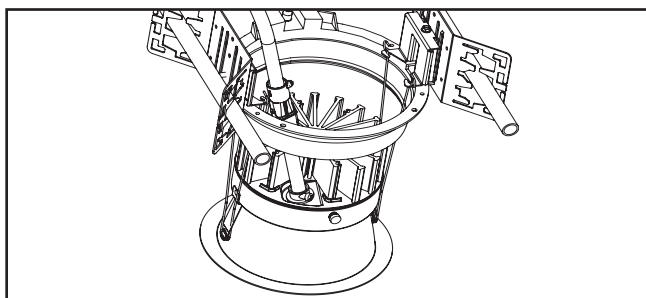

Figure 11.
8. Installez le moteur lumineux à DEL et l'assemblage de la garniture en insérant les ressorts de torsion dans les récepteurs en spirale qui se trouvent à l'intérieur du boîtier (Figure 11.).